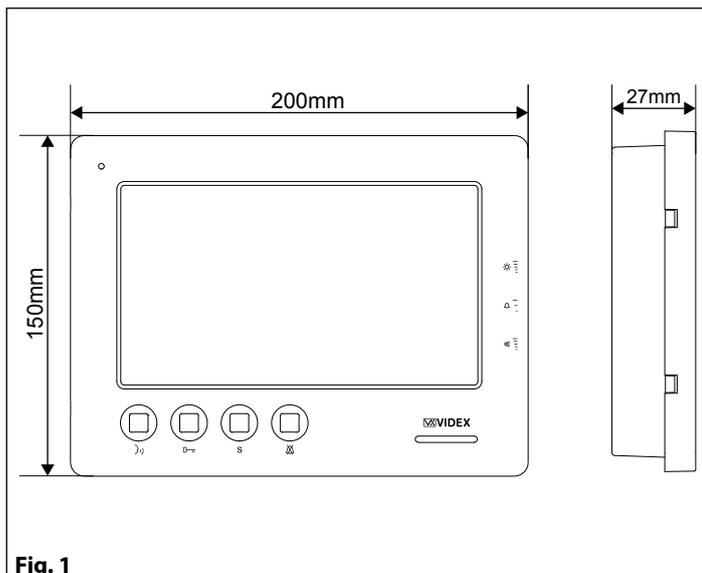
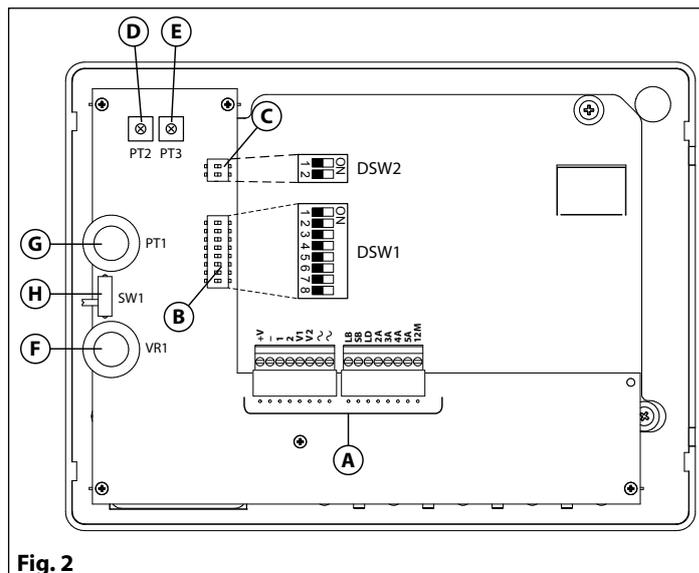

Fig. 1
Fig. 2
1. Poser le boîtier de surface au mur (il doit y avoir 165-170 cm entre la partie haute du boîtier et le terrain, comme illustré sur la Fig. 1) et prendre les références pour les trous de fixation en tenant compte que le groupe de fils **(E)** (Fig. 2) doit traverser le trou **(D)** (Fig. 2) du boîtier de surface. Si le sens du boîtier n'est pas indiqué, la charnière doit être à gauche :
2. Comme illustré sur la Fig. 2, réaliser les trous de fixation **(A)**, insérer à l'intérieur des trous les stops **(B)** et, faisant passer les câbles de raccordement **(E)** à travers le trou **(D)**, fixer le boîtier de surface au mur en utilisant les vis **(F)** ;
1. Après avoir bien protégé les trous de fixation du support modules, murer le boîtier encastrable (laisser 165-170 cm entre la partie haute du boîtier et le terrain) en faisant passer le groupe de fils **(E)** (Fig. 2) à travers l'un des trous (précédemment ouvert) sur le fond du boîtier. Si le sens du boîtier n'est pas indiqué au fond du boîtier, la charnière doit rester à gauche ; Faire attention à ce que le boîtier soit bien muré à fleur du mur fini ;